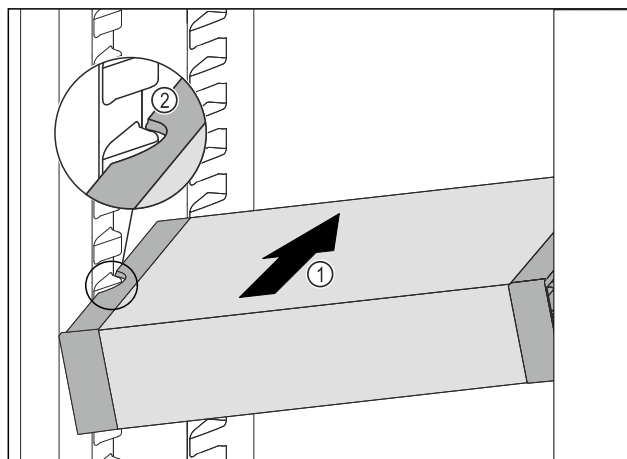

Fig. 73
- ▶ Împingeți VarioSafe oblic în frigider Fig. 73 (1), până când degajările laterale Fig. 73 (2) ale VarioSafe se află la înălțimea nervurii recipientului din frigider.